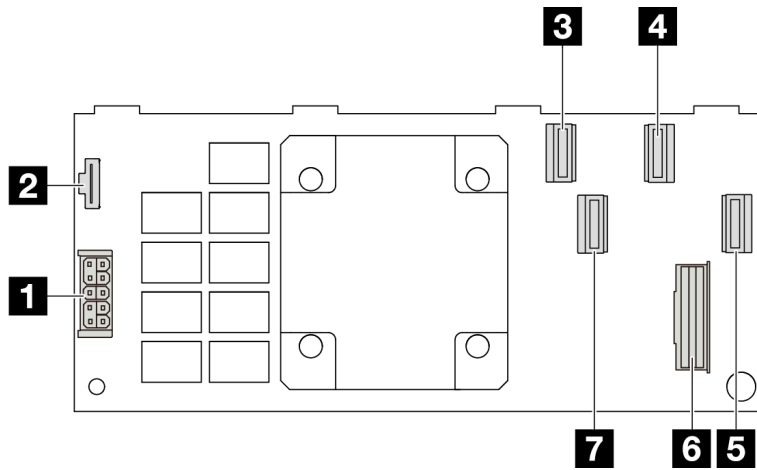

Рис. 300. Адаптер RAID 16i Gen 4 CFF (четыре разъема порта)
- Рис. 300 «Адаптер RAID 16i Gen 4 CFF (четыре разъема порта)» на странице 311